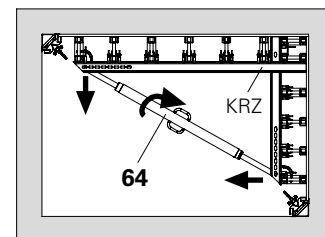

Fig. C3.04
3. Sfilare i cunei, rimuovere la giunzione ad angolo EKZ e gli elementi interni. (Fig. C3.04)
(Fig. C3.04)